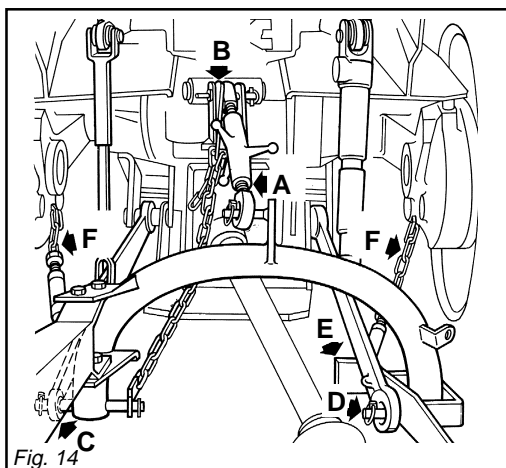
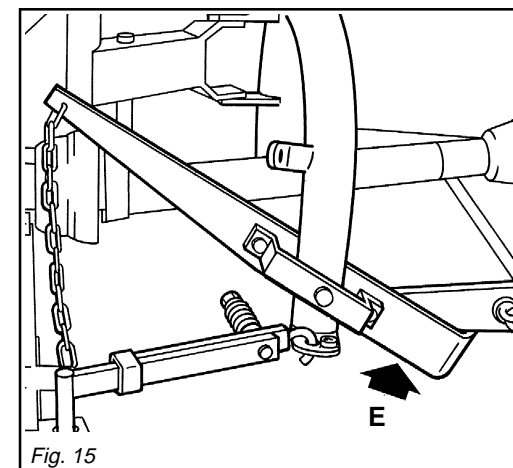

Fig. 14
Fig. 15
- 1 - Collegare il terzo punto superiore ed effettuare una corretta regolazione con il tirante di regolazione (A, Fig. 14). La piastrina (B, Fig. 14) va posizionata alla sinistra del tirante, solidale sulla stessa spina. La spina va bloccata con l'apposita copiglia.
- 2 - Agganciare le barre del sollevatore sui perni predisposti (C e D, Fig. 14). Il braccio di sollevamento (E, Fig. 15) deve essere posizionato sotto il braccio del trattore. Bloccare con le copiglie a scatto.
- 3 - Mediante gli appositi tiranti (F, Fig. 14) bloccare le barre parallelamente al trattore. Quest'ultimo accorgimento deve essere messo in atto per evitare qualsiasi spostamento, in senso orizzontale, della falciatrice.
- 1 - *Connect the upper third-point and correctly regulate by means of the adjuster (A, Fig. 14). Place plate (B, Fig. 14) at the left side of the hitch integral with the same pin. Lock in place with the snap-in split pins.*
- 2 - *Hook the oscillating arms of the tractor to pins (C and D, Fig. 14). The hoisting arm (E, Fig. 15) must be fixed underneath the tractor arm. Lock in place with the snap-in split pins.*
- 3 - *Lock the lift links using the relative chains (F, Fig. 14) and couplings parallel to the tractor. This operation must be carried out to prevent the machine from moving in a horizontal direction.*
- 1 - Den oberen Kupplungspunkt anschließen und den oberen Lenker (A, Abb. 14) korrekt einstellen. Das Plättchen (B, Abb. 14) soll an der linken Seite des Oberlenkers, beim Traktor auf den gleichen Bolzen eingesteckt sein. Mit dem einrastenden Splint blockieren.
- 2 - Die zwei Traktorunterlenker auf den Bolzen (C und D, Abb. 14) des Mähwerkes einstecken. Der Hebearm (E, Abb. 15) muss unter den Traktorunterlenker angebracht werden. Mit dem einrastenden Splint blockieren.
- 3 - Die Lenker (F, Abb. 14) des Krafthebers mit den Stabilisierungsketten und Spannvorrichtungen des Schleppers parallel zum Schlepper blockieren. Dieser Vorgang ist auch bei Straßenfahrten erforderlich, damit das Gerät nicht seitlich ausschwenkt.
- 1 - *Reliez le troisième point supérieur et réglez correctement à l'aide du tirant (A, Fig. 14). Positioner la plaque (B, Fig. 14) à gauche du tirant solidaire sur la même cheville. Bloquez par les goupilles à encastrement.*
- 2 - *Accrocher les bras oscillants du tracteur sur les pivots (C et D, Fig. 14) de la faucheuse. Le bras de soulèvement (E, Fig. 15) doit être positionné sous le bras du tracteur. Bloquez par les goupilles à encastrement.*
- 3 - *Bloquez les barres du relevage avec les chaînes et les tendeurs (F, Fig. 14) parallèles sur le tracteur. Cette opération a pour but d'éviter tout dévatement de la machine dans le sens horizontal.*
- 1 - Conectar el tercer punto superior y efectuar una correcta regulación con el tirante (A, Fig. 14). Posicionar la chapa (B, Fig. 14) a la izquierda del tirante, solidario en el mismo pasador. Bloquear con los pasadores de resorte.
- 2 - Enganchar los brazos oscilantes del tractor en los pernos (C y D, Fig. 14). El brazo de levantamiento (E, Fig. 15) debe posicionarse debajo del brazo del tractor. Bloquear con los pasadores de resorte.
- 3 - Bloquear la barras del elevador con las respectivas cadenas y tensores (F, Fig. 14) paralelos en el tractor. Dicha operación es necesaria para evitar todo tipo de desplazamiento, en sentido horizontal, de la máquina.